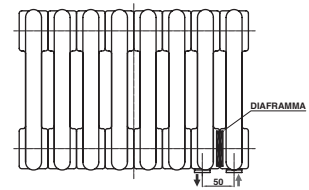

рис. 3
- 2) Подсоединения на внешних краях батареи шагом через 50 мм (см. рис. 3) может стать альтернативой предыдущему решению, необходимо всегда придерживаться типа системы с шагом в 50 мм.